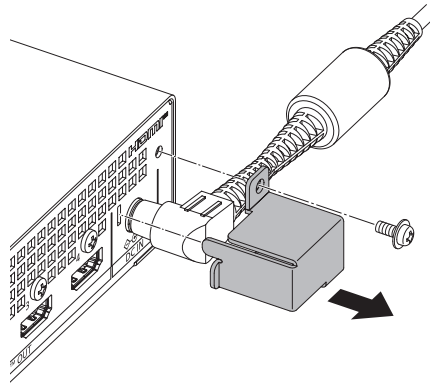

Fig. 1
**1) Tilslut el-ledningen og AC-adapteren (fig. 1).**
1) Fjern beslaget til fastgørelse af AC-adapler (fig. 1).